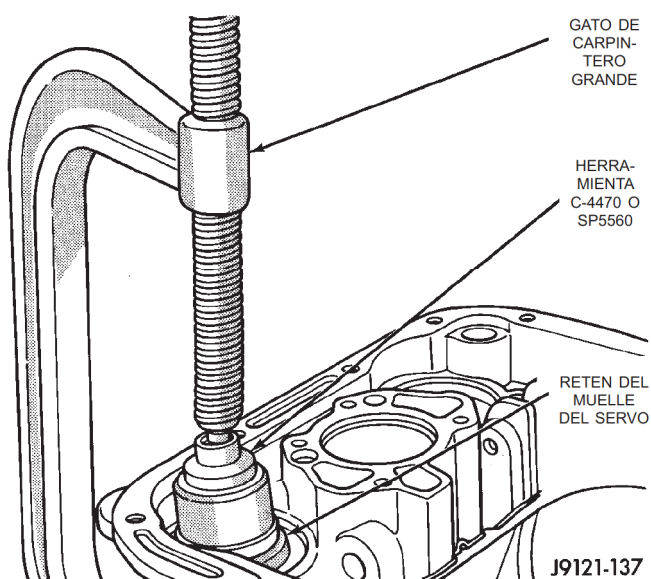

Fig. 95 Compresión del muelle del servo trasero
SP-5560 (Fig. 95). El compresor de muelles de válvulas C-3422-B puede utilizarse también para comprimir el retén del muelle
(1) Instale el émbolo, el muelle y el retenedor de muelle del servo trasero. Comprima el muelle y retenedor del servo trasero con la herramienta de compresión C-3422-B (Fig. 95) o un gato de carpintero grande.
(2) Instale el émbolo, el muelle y la guía de varilla del servo delantero. Comprima la guía de varilla del servo delantero con el compresor de muelles de vál-